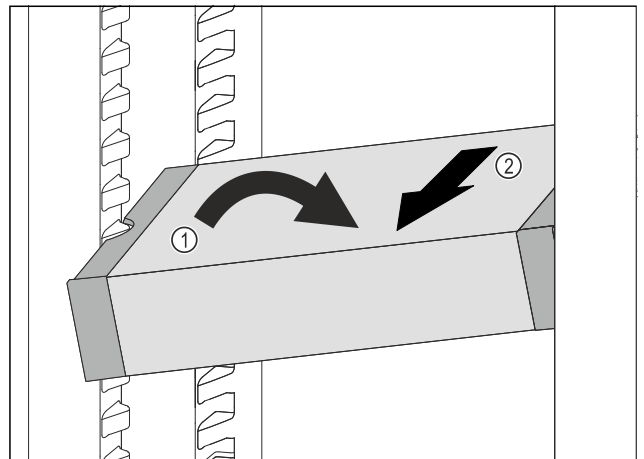

Fig. 117
- VarioSafe im Kühlteil schräg stellen. Fig. 117 (1)
- VarioSafe nach vorne entnehmen. Fig. 117 (2)